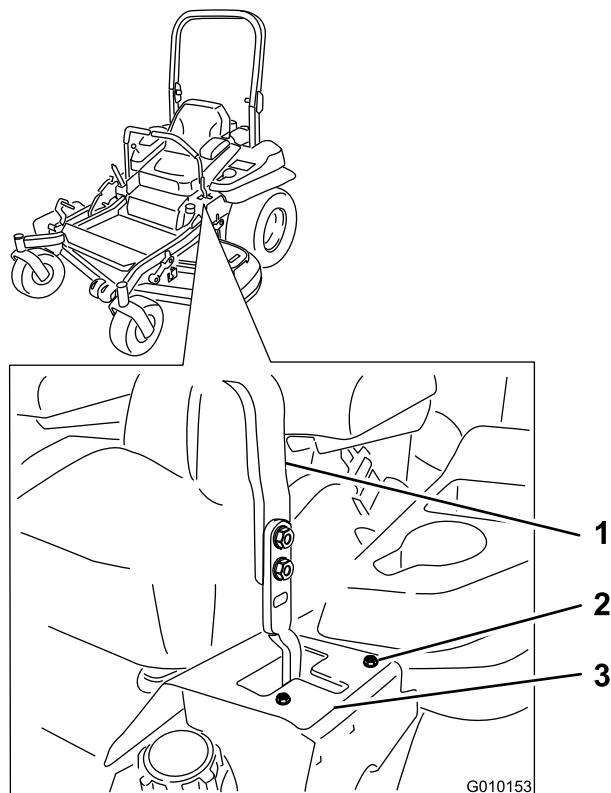

図 50
6. 右にずれていく場合には、ボルトをゆるめて左側T字スロットの左ストッププレートをはらさず (図 50)。
7. 左にずれていく場合には、ボルトをゆるめて右側T字スロットの右ストッププレートを後ろにずらす (図 50)。
8. ストッププレートを締め付ける (図 50)。